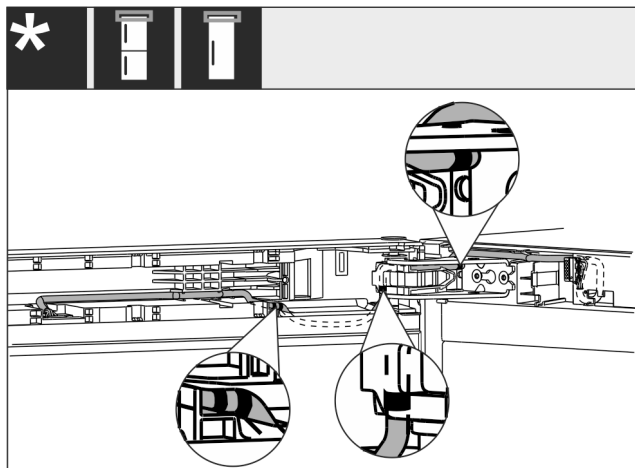

Fig. 37
- Pokládka kabelu je zobrazena na obrázku Fig. 37 [].